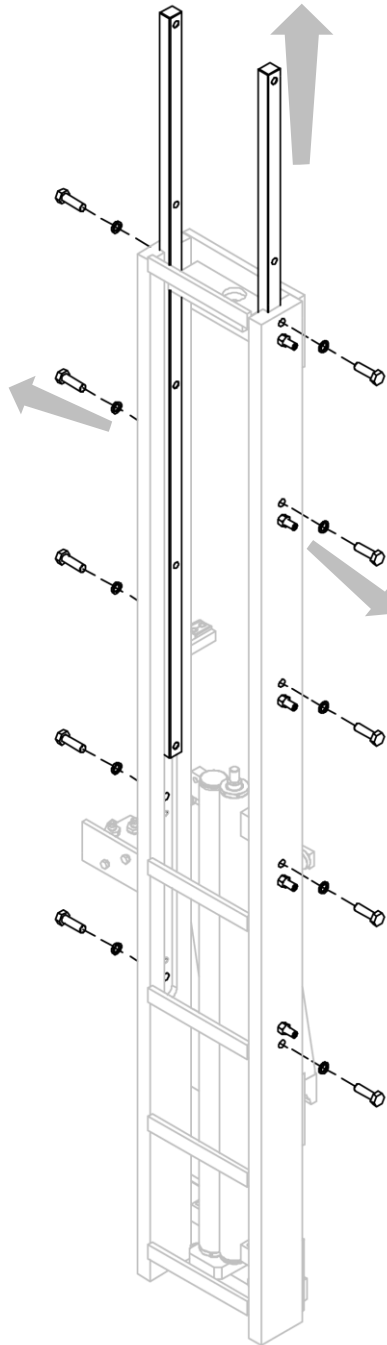

Figura 8
3. Retirar los casquillos deslizantes después haber desatornillado los tornillos que las bloquean (mira *Figura 8*).